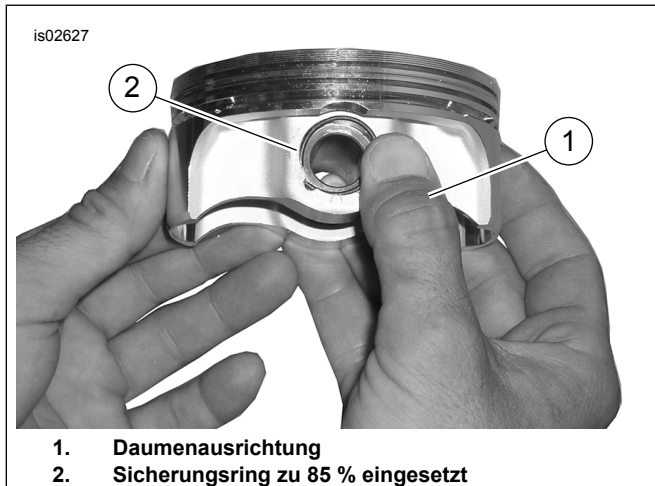

Abbildung 4. Sicherungsring anbringen
2. Siehe Abbildung 4 >. Den Daumen (1) wie dargestellt platzieren. Fest andrücken, bis ca. 85 % des Sicherungsrings (2) in der Nut sitzen.